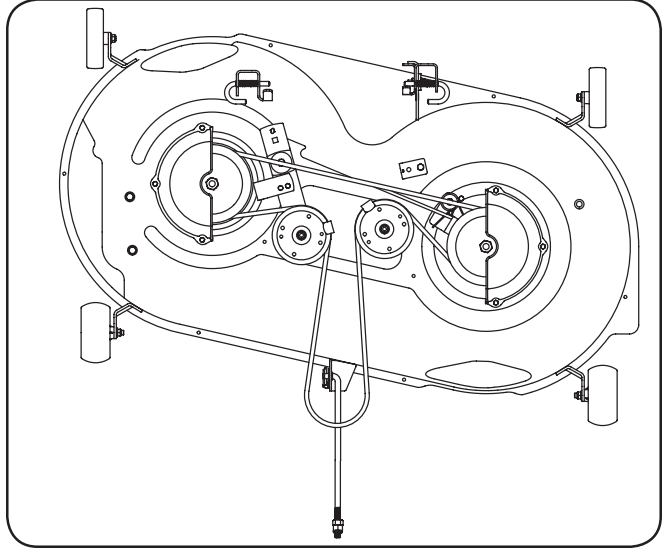

Figure 7-7
- 6. Faites ensuite passer la courroie sur les deux poulies de tension du plateau de coupe, comme à la Figure 7-7.
5. Pour installer la courroie neuve, commencez par la placer sur les deux poulies à fusée extérieures, comme à la Figure 7-7.